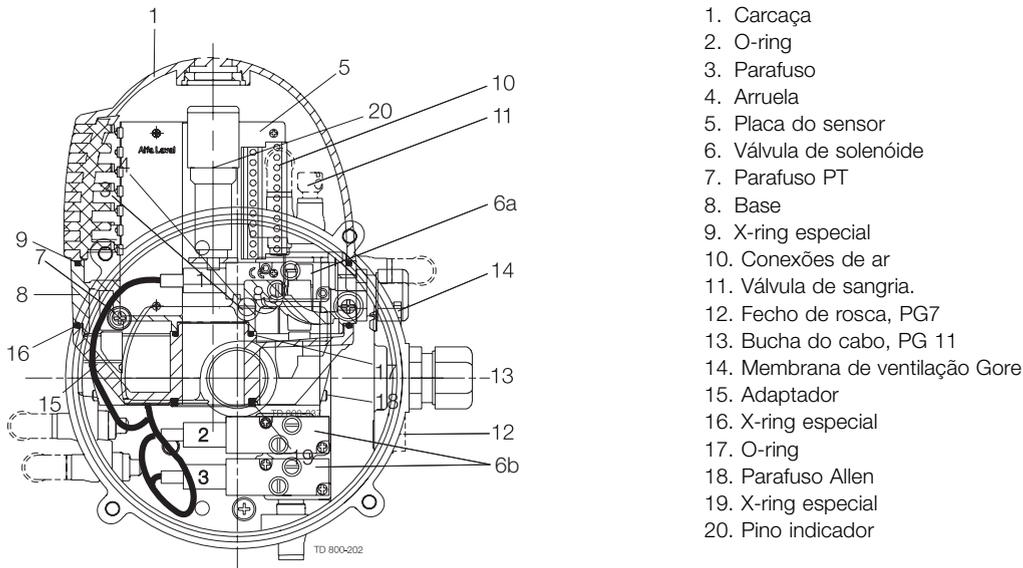

Fig. 1. Projeto básico, ThinkTop®.
- Ventilação Gore com adaptador (Fig. 1 posição básica do design 14) para ThinkTop® antes de novembro de 2006; 9613-4315-01.